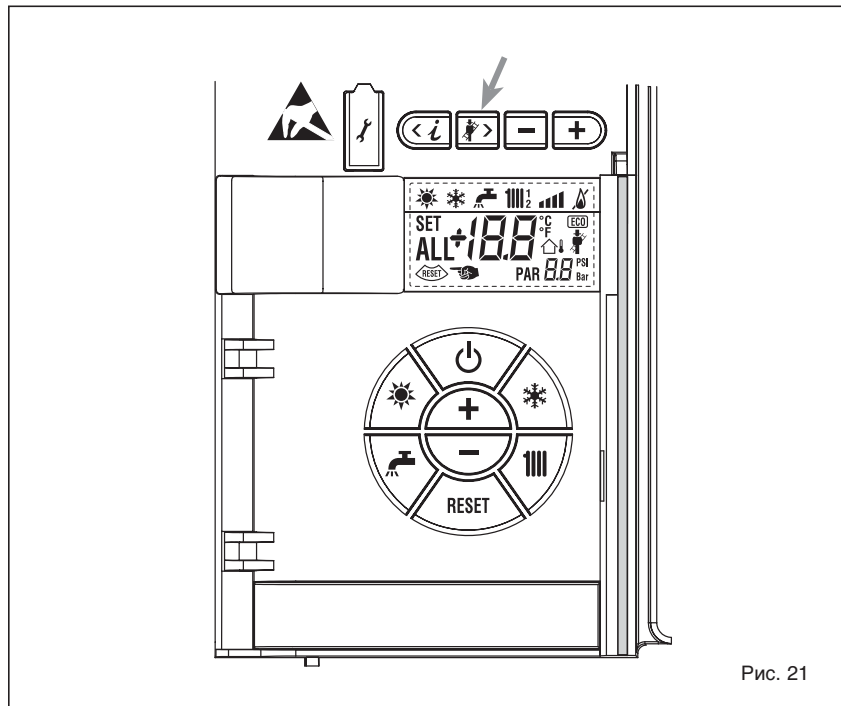

Рис. 21
4.5.1 Функция очистки труб (рис. 21)